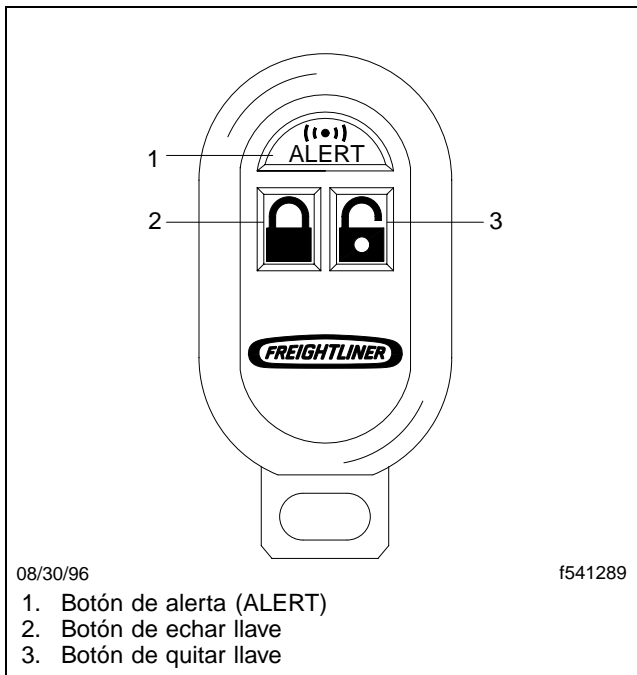

Figura 3.9, Remoto de llavero (radiotransmisor)
- Un radiotransmisor portátil que se asemeja a un dije (lo que cuelga) de la cadena de un llavero. Actúa como un control remoto para echar y quitar llave a las puertas, o para poner el sistema en estado de alerta. Cada sistema admite hasta cuatro remotos diferentes. Vea la **Figura 3.9**.
3. En el remoto, presione los botones de echar y quitar llave al mismo tiempo y manténgalos presionados por tres segundos como mínimo. Vea la **Figura 3.9**. Si el código se aprendió, el LED del sistema se enciende y se les quita llave a las puertas.